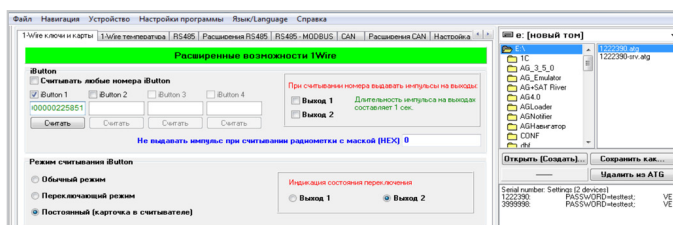

Рис.39. Настройка шины 1-Wire контроллера АвтоГРАФ
• Если же в настройках контроллера заранее заданы номера карт (до 4 номеров), то контроллер будет регистрировать подключение только этих номеров. Другие карты будут игнорироваться. Для того чтобы занести номер карты в настройки контроллера (**Рис.39**):